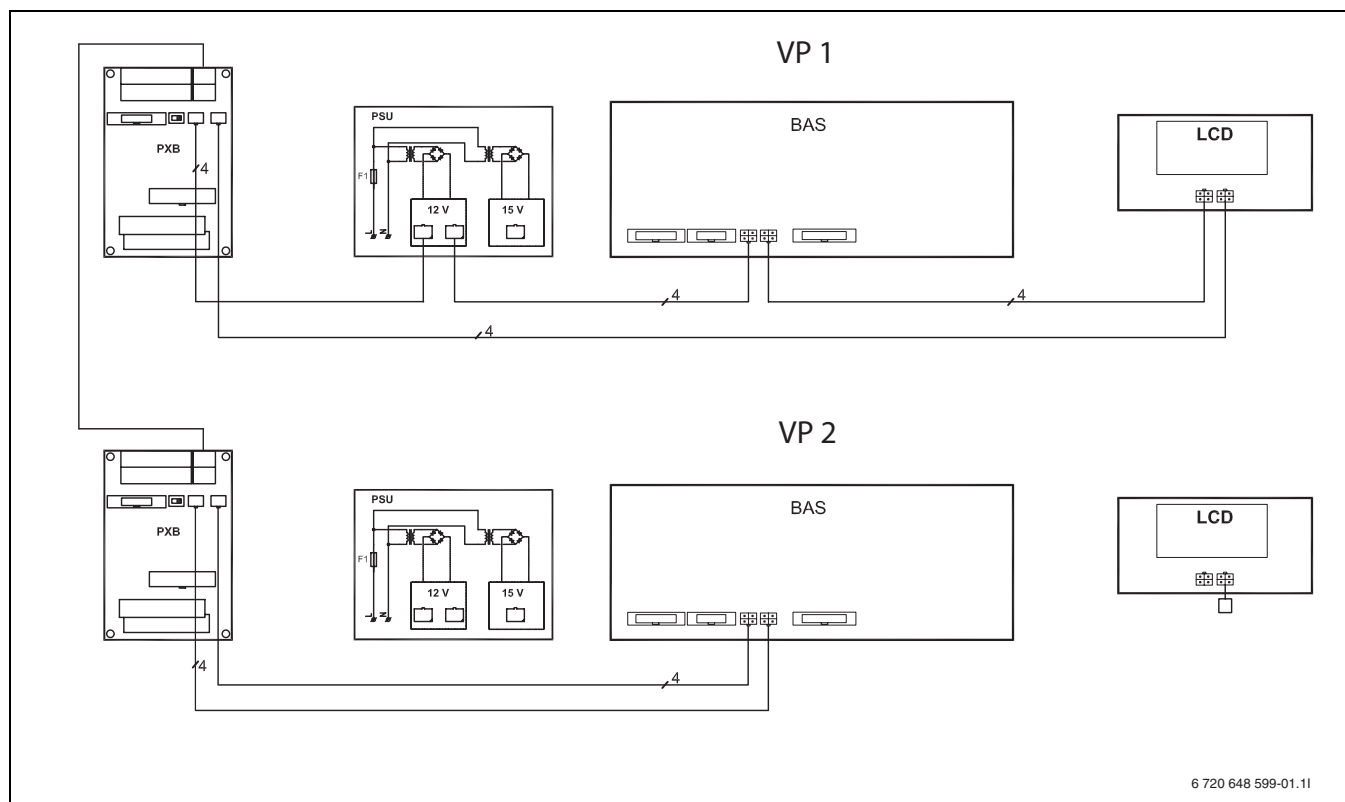

Bild 5 CANbus översikt med två värmepumpar 6-11kW
PSU och LCD (→ bild 5) i värmepump 2 är anslutna från fabrik, dessa kopplas bort och används inte vid kaskadkoppling.
5. Anslut displaykablaget på VP1 mellan LCD och PXC (→ bild 5). Använd ledig CANbuskontakt.
6. Koppla om CANbus med existerande CANbus-kablage i VP2 (→ bild 5)
5. Anslut displaykablaget på VP1 mellan LCD och PXB (→ bild 5). Använd ledig CANbuskontakt.